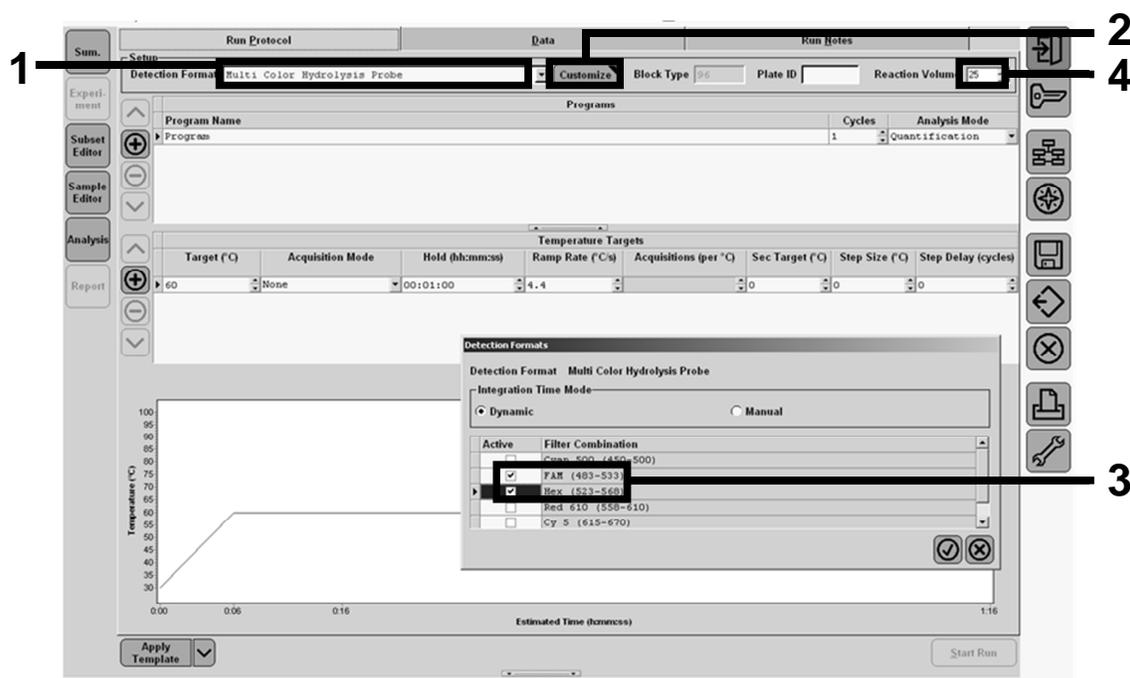

Figure 21. LightCycler 480 I : définition du format de détection
- 11a. LightCycler 480 I : sélectionner « Multi Color Hydrolysis Probe » (Sonde d'hydrolyse multicolore), cliquer sur « Customize » (Personnaliser) puis vérifier que les canaux « FAM (483-533) » et « Hex (533-568) » (c'est-à-dire VIC) sont sélectionnés (figure 21). Définir le volume réactionnel à 25  $\mu$ L (figure 21) et continuer avec l'étape 12.